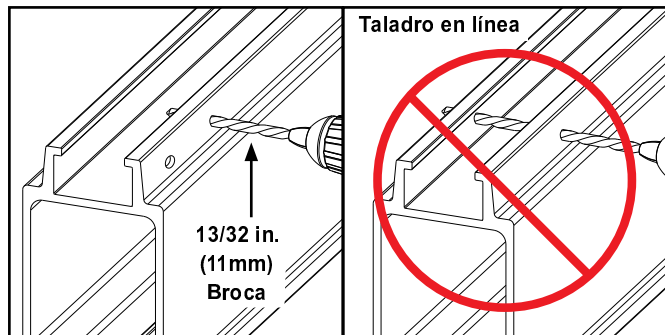

Figura 3-28
- Paso 2. Haga dos (2) orificios usando broca 13/32" (11 mm). No trate de taladrar en línea. Vea Figura 3-28.